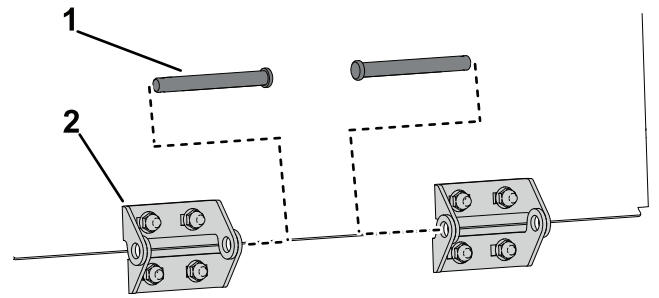
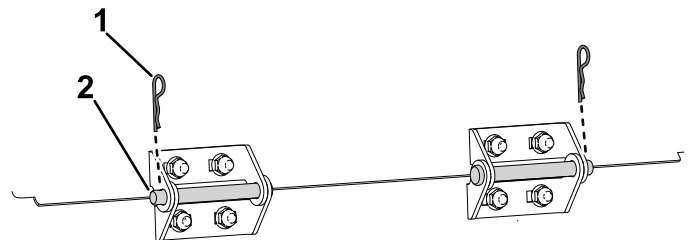

Figura 8
Figura 9
7. Montați trapa buncărului la maină conectând cele 2 părți ale balamalei la axul de basculare, așa cum se arată în Figura 8 și Figura 9.